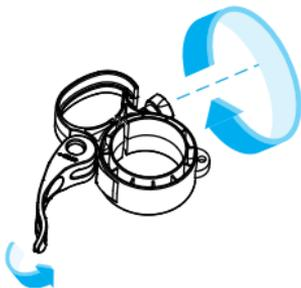

Figure 14
3. Tournez la **Poignée** pour serrer le **Clip de Gestion des Câbles** et poussez le **Levier** jusqu'à ce qu'il soit **Complètement Fermé** pour le fixer sur le **Mât** (Figure 14)